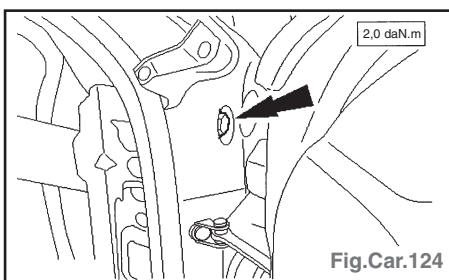

Fig.Car.124
- Déposer les vis de fixation gauche et droite de traverse intérieure et les obturateurs (Fig.Car.124).